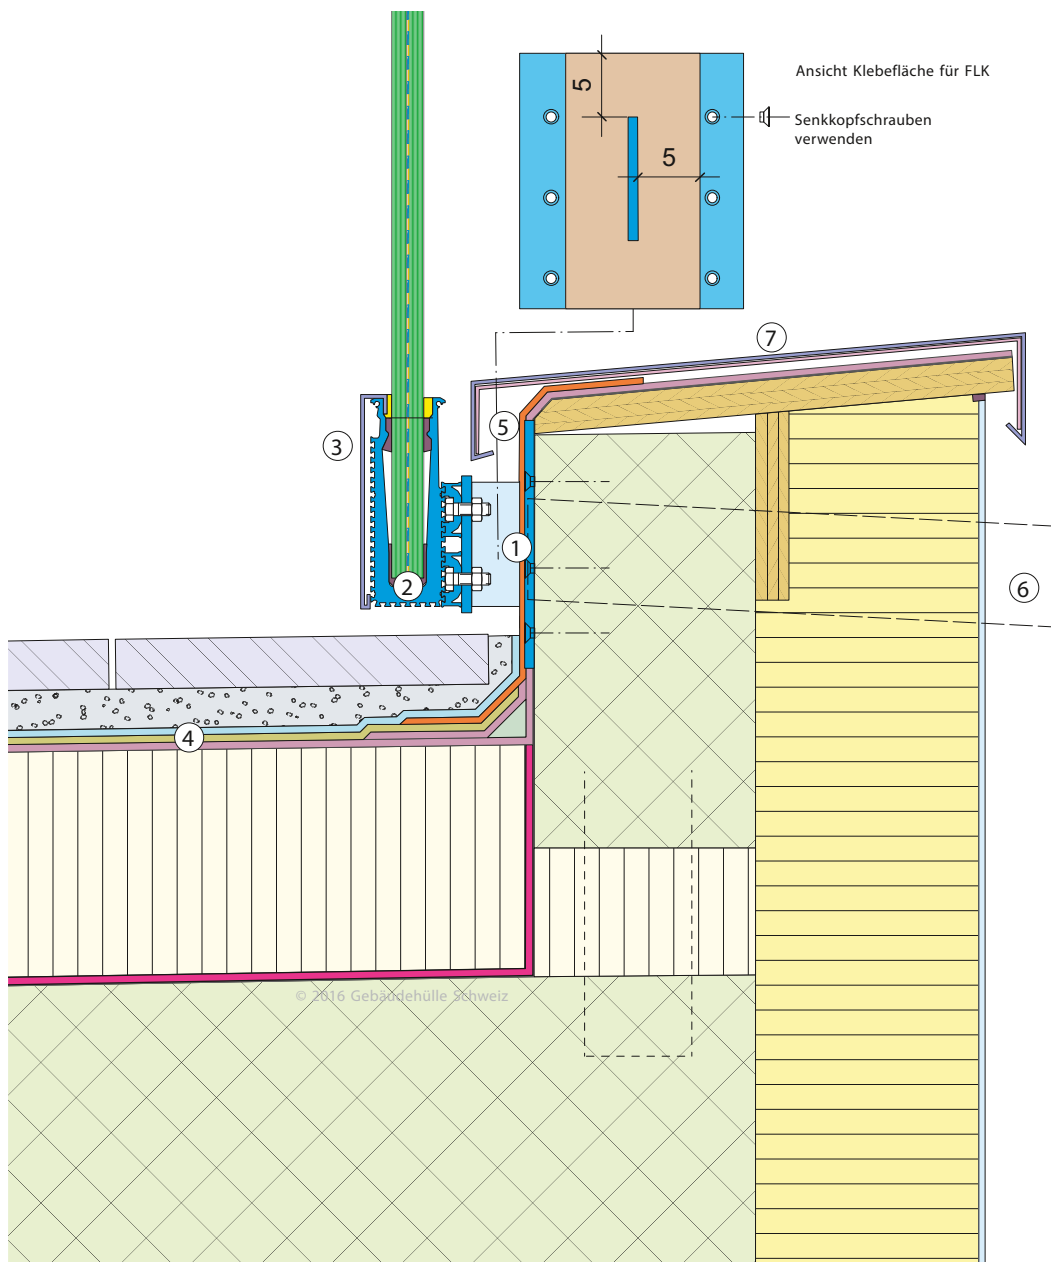

Abb. 22: Ganzglasgeländer seitlich befestigt
- 4 Abb. 22: Optional druckfeste Wärmedämmung als Unterlage für die FLK-Abdichtung